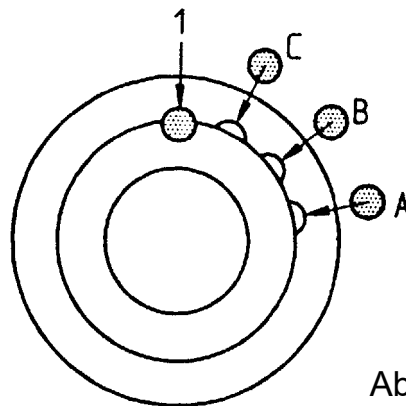

Abb. 3
6.6 Je nach gewünschter Auslauftemperatur, die zweite Anschlagkugel - unter Zuhilfenahme von etwas Silikonfett z.B. UNISILIKON - in die Aussparung im Gehäuse einsetzen, die der gewünschten Temperaturbegrenzung entspricht (siehe Abb. 3).